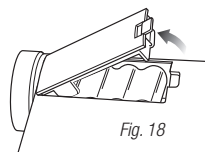

Fig. 18
- 3 Presione la traba y levante la tapa del compartimiento de la batería. (fig. 18)